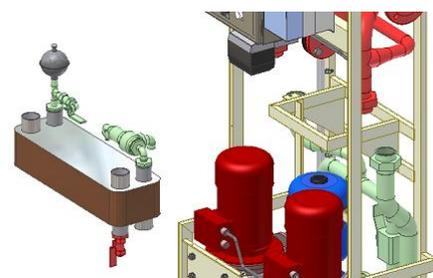

Рис. 6.2-4.
3. Осторожно вытащите/поднимите/выкрутите НХ11 (рис. 6.2-4).